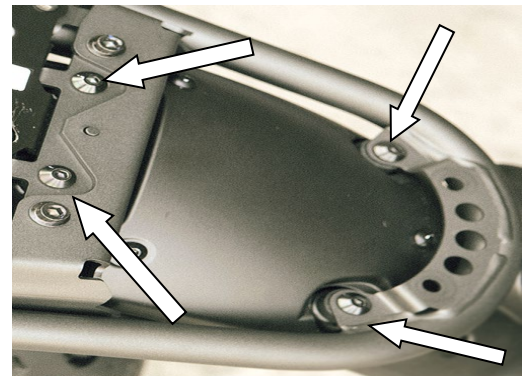

ABBILDUNG 6
- Entfernen Sie die vier Schrauben, die den Kennzeichenhalter befestigen mit einem 6mm Inbusschlüssel -siehe Abbildung 6. Während Sie die Schrauben lösen, die vier knopfförmigen Muttern von